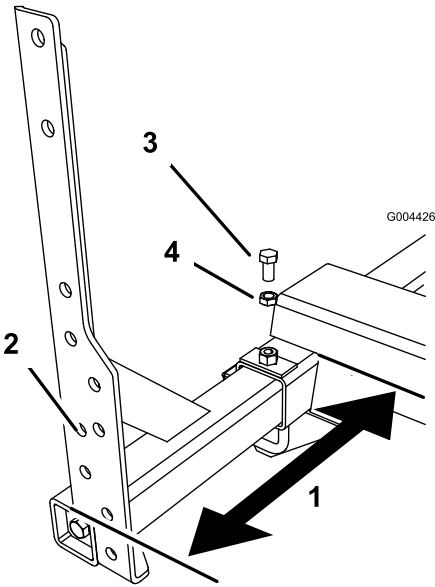

Figura 7
- A. Para los pulverizadores de césped serie 1200, inserte el montante en el bastidor hasta que el extremo del bastidor se halle a 19-1/4 pulgadas (49 cm) de la base de la carcasa del eje en el bastidor (Figura 7).